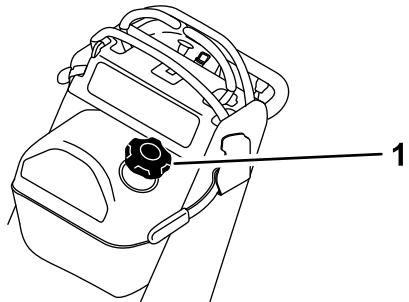

Figura 39
3. Limpie alrededor del tapón del depósito de combustible para evitar que entre suciedad en el depósito (Figura 39).
- Usando la bomba tipo sifón, vacíe el combustible en un recipiente de combustible limpio (Figura 39).